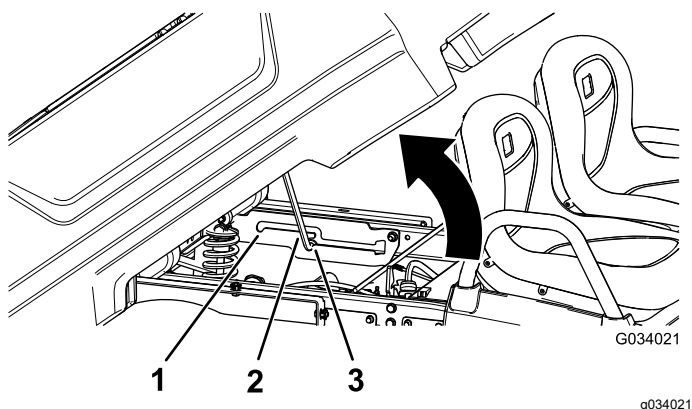

Figure 16
2. Engagez la béquille dans le cran de verrouillage pour bloquer le plateau en position déchargement (Figure 16).
2. Engagez la béquille dans le cran de verrouillage pour bloquer le plateau en position d'entretien (Figure 16).
2. Tirez la béquille hors de la fente de verrouillage (Figure 16).